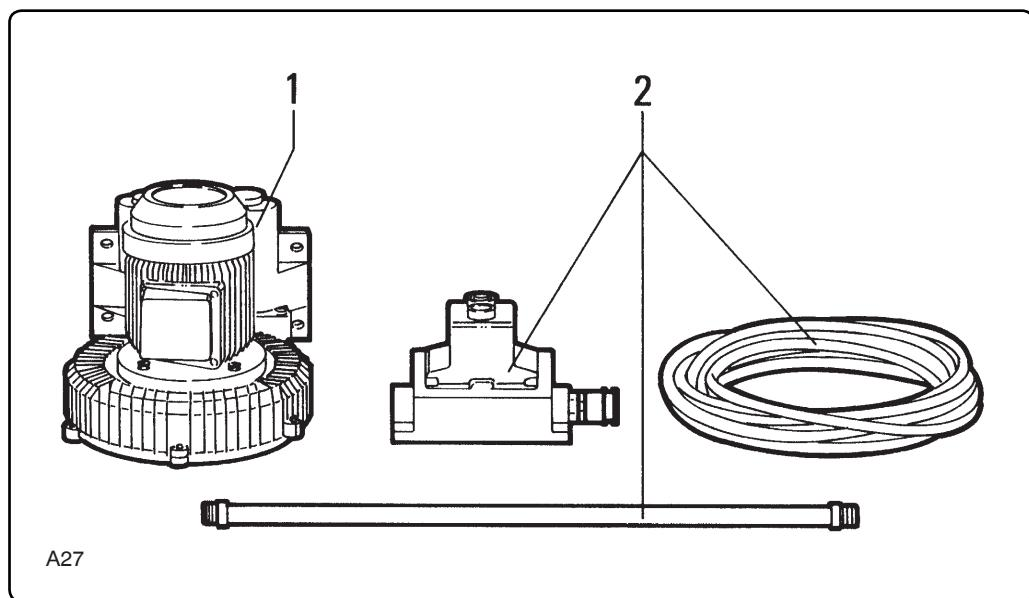

Fig. 6.4.7
**6.4.8 - Versione antideflagrante (fig. 6.4.7) EEx d IIB T5**
**6.4.8 - Explosion-proof version (fig. 6.4.7) EEx d IIB T5**
**6.4.8 - Expl.- beveiligde uitvoering (afbeelding 6.4.7) EEx d IIB T5**